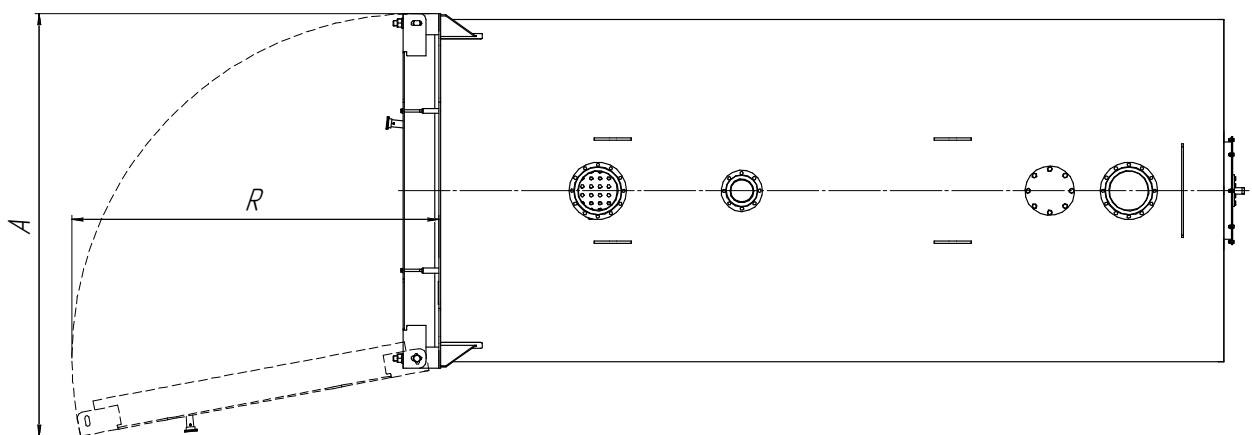

Рисунок 4. Схема открывания крышки.
Передняя крышка (16) – одностворчатая, изготовлена из стального листа. Теплоизоляция передней крышки комбинированная, выполнена из огнеупорной муллитокремнеземистой плиты и жаростойкого бетона. На торцевых стенках крышки выполнена специальная канавка, образующая замкнутый контур. Канавка заполнена специальным уплотнительным шнуром и служит гнездом «ножевого» уплотнения крышек. Открытие передней крышки возможно вправо или влево, в зависимости от установки поворотных осей. Схема открытия передней крышки показана на рис.4.